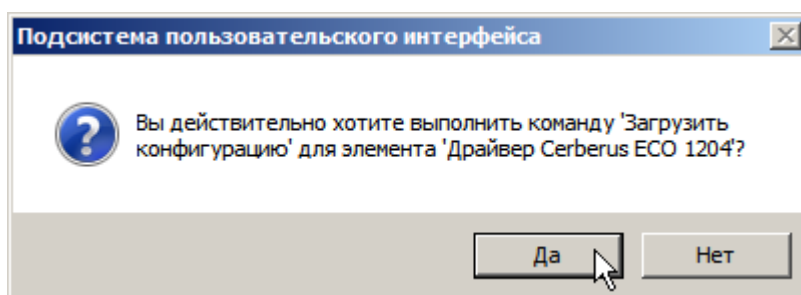

Рисунок 10 — Окно подтверждения загрузки конфигурации
3. В появившемся диалоговом окне **Подсистема пользовательского интерфейса** нажмите на кнопку **Да**, подтверждая выбор команды (рисунок 10).